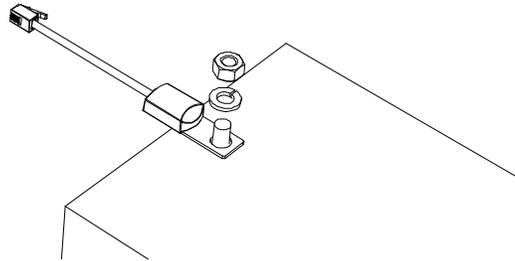

Figura 2-14 Conexión del BTS a la terminal de la batería
3. Conecte la terminal de anillo del BTS directamente a la terminal negativa de la batería o terminal positiva de la batería o utilice el refuerzo adhesivo que está en la parte posterior del sensor para sujetar el sensor a cualquier lado de la batería que va a supervisar. Consulte Figura 2-14.